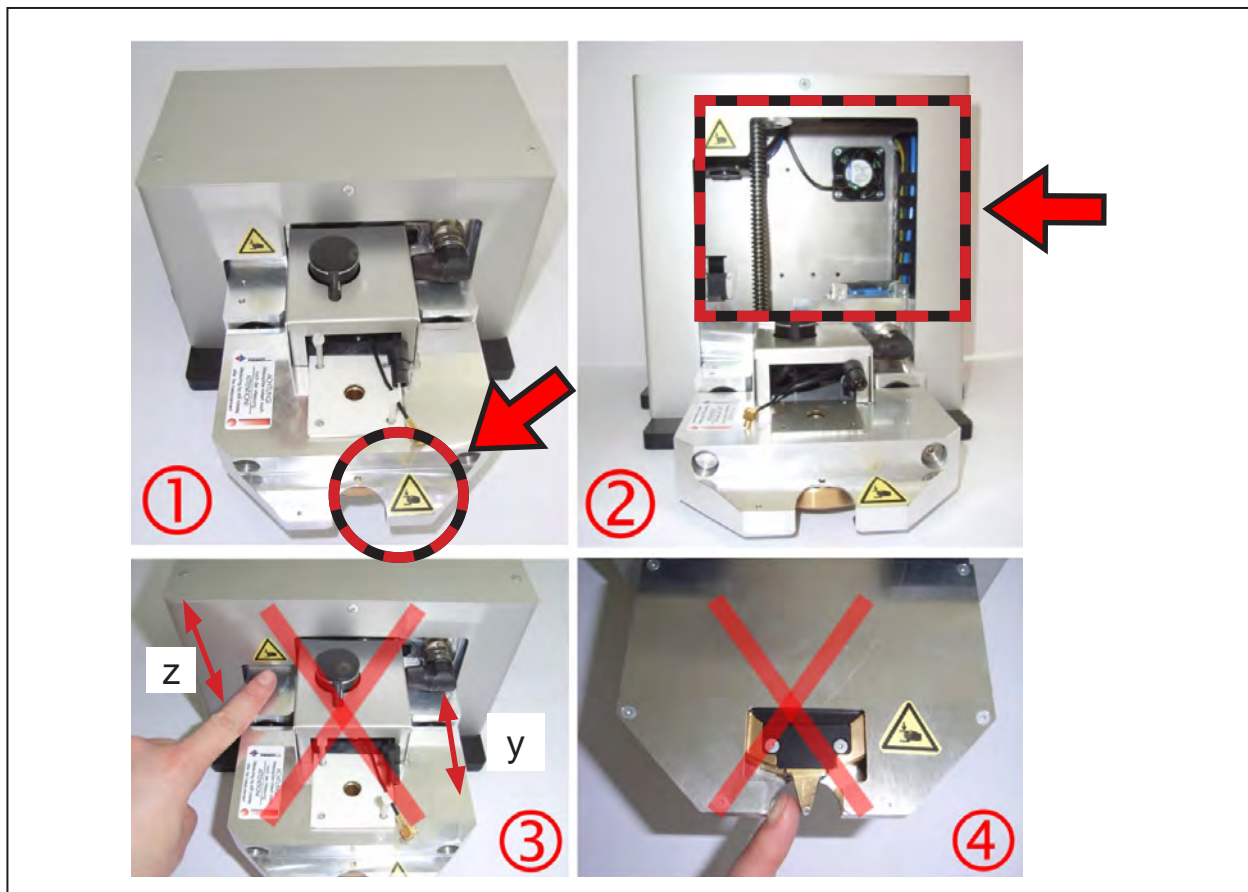

図 5.1: FocusMonitorの可能性のある危険領域
- ▶ 測定装置のビーム入口に手を触れたり、何かで触れたりしないでください(図 5.1 の写真1、4)。測定終了後、チップはしばらく回転します。
- ▶ 定ヘッドの移動範囲に手を入れないでください(図 5.1 の写真2、3)。
デバイスには、潜在的な危険性を示すために、次の図があります(図 5.1 の写真1、2を参照)。